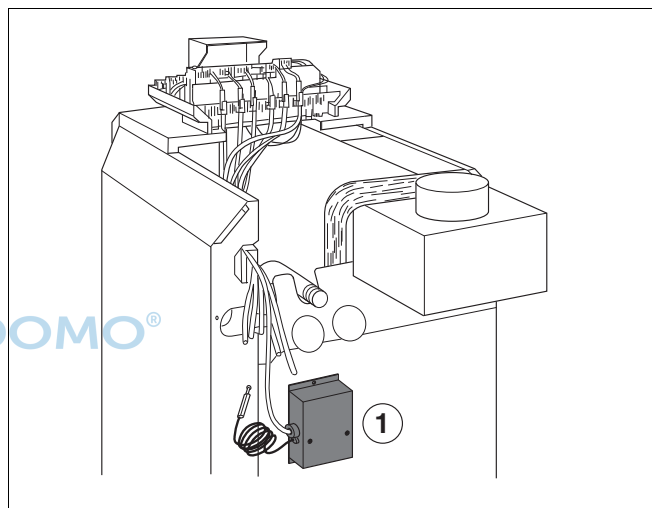

Fig. 2 Position styreenhed G124 X - eller Gaz 5000F - 28 / 32
- Skru røggasovervågningens styreenheder på med de to vedlagte pladeskruer (fig. 2 til 5).